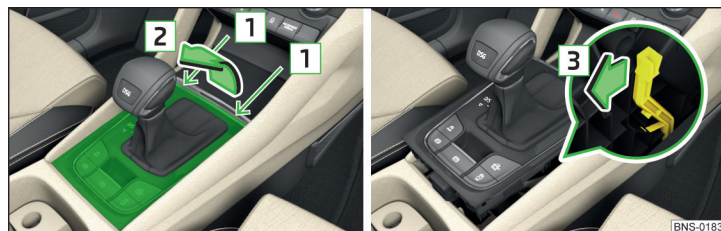

Fig. 363 Enlever le cache / déverrouiller le levier sélecteur
- › Insérer un tournevis à bout plat dans la fente de la zone de la flèche **1** » fig. 363 et soulever le cache dans le sens de la flèche **2**.